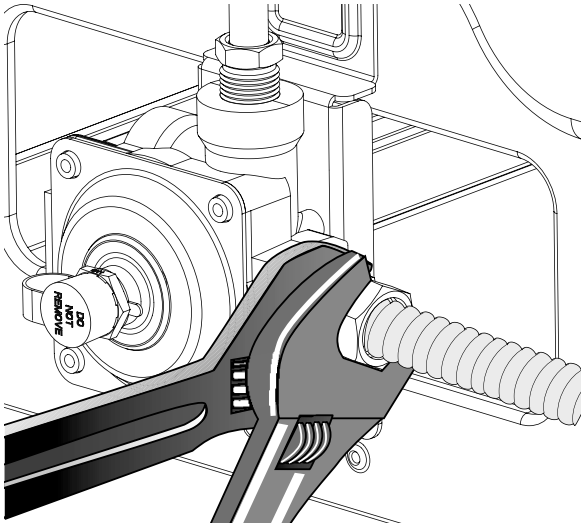

Fig. 10
- c. Apretar el conector flexible de gas y/o el conducto del electrodoméstico para unir con la válvula manual de la unidad usando NO MAS DE 15 pies/lbs de troqué. Asegurar estabilización del adaptador para unión de campana de 1/2" y ajustar con la pinza antes de apretar conector flexible de gas y/o conducto del electrodoméstico. (Vea Fig. 10)